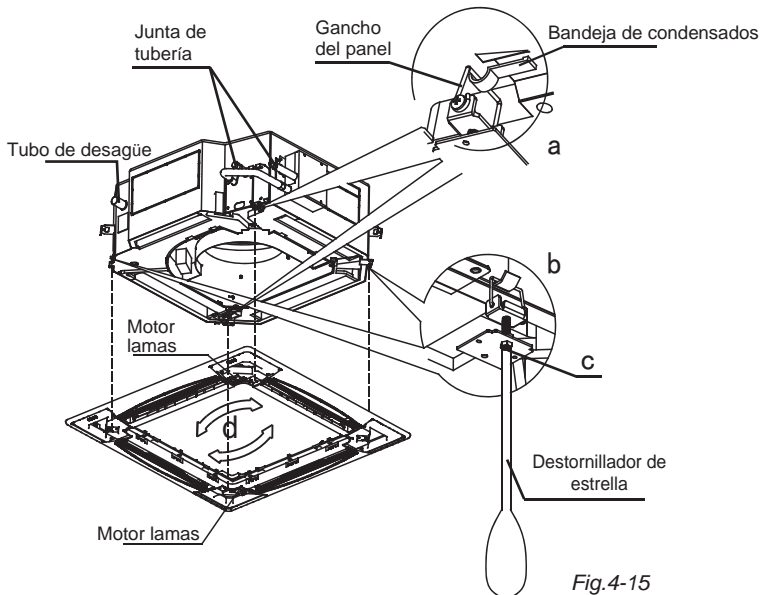

Fig.4-15
- 2) Fije los ganchos del panel en el lado de las lamas y sus lados opuestos a los ganchos de la bandeja de condensados correspondiente (vea la Fig.4-15 a). Después cuelgue los otros dos ganchos del panel en los ganchos correspondientes de la unidad (vea la Fig.4-15).
- 4) Ajuste los cuatro tornillos de los ganchos para mantener el panel horizontal y enrósquelos uniformemente hasta el techo que lleguen al techo (vea la Fig.4-15).